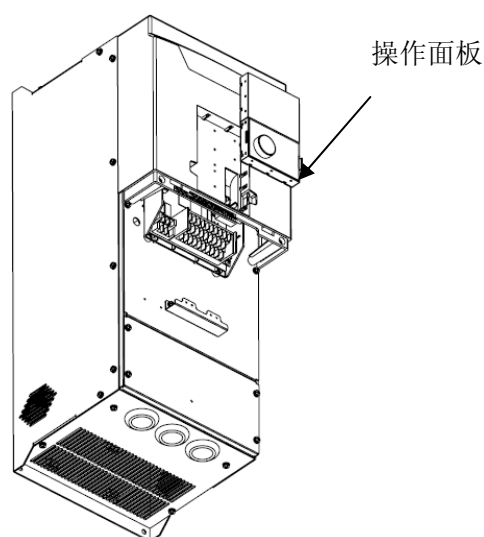

图 6
- 2、用手按住操作面板的卡勾部位，即可拆下操作面板(图 6)。